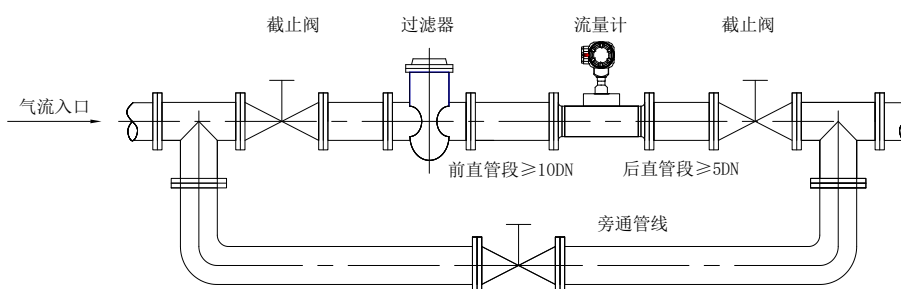

图 3 旁通管道安装示意图
- 7) 为了检修时不影响流体的正常输送，建议在流量计的前后管道上安装切断阀门 (截止阀)，同时应设置旁通管道。(见图 3)